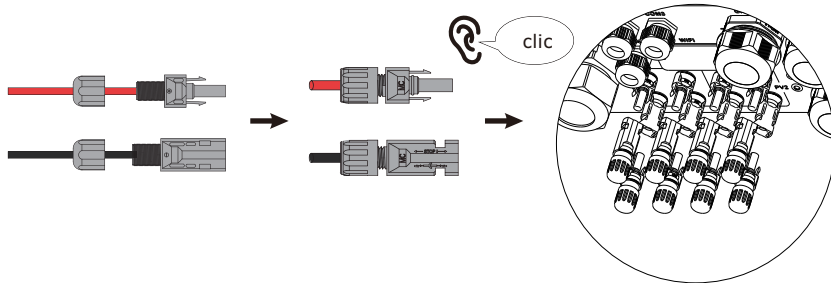

Figure 4.1-4 Le connecteur PV est raccordé à l'onduleur
Step4. Vissez le capuchon et branchez-le sur le côté de l'onduleur. Un clic se produit lorsque les connecteurs sont correctement insérés dans les fiches PV, comme indiqué à la Figure 4.1-4.